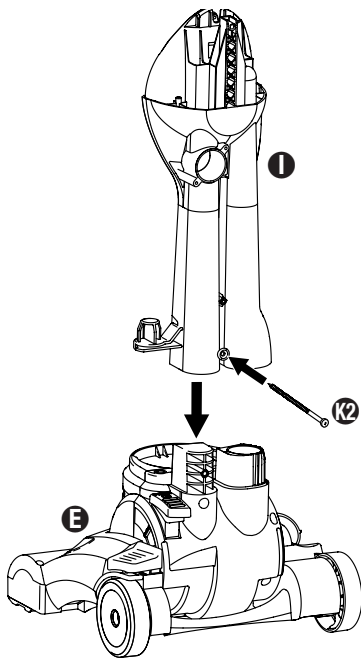

FIG. 1
Step 1: Assemble the rear housing **1** to the base **E** by sliding it on top of the base and attaching to the base using a long screw provided **K2** (FIG. 1).
Étape 1 : Fixez le boîtier arrière ❶ à la base ❷ en le glissant sur le dessus de la base et attachez-le à celle-ci à l'aide d'une longue vis ❸ fournie avec l'appareil (FIG. 1).
Paso 1: Instale el alojamiento trasero ❶ en la base ❷ deslizándolo sobre la misma y fijándola usando el tornillo largo ❸ proporcionado (FIG. 1).